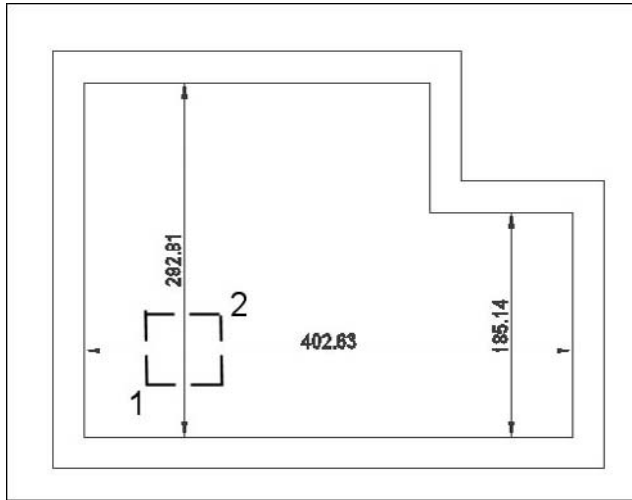

Fig.9.28
- 5 Spécifier de même le second point (fig.9.28).